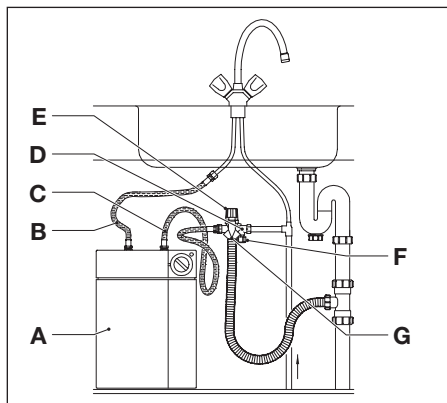

Fig. 2.1 Fonctionnement du système sous pression
Système sous pression (fig. 2.1)
- Fermez le robinet d'arrêt de la groupe de sécurité (fig. 2.1).